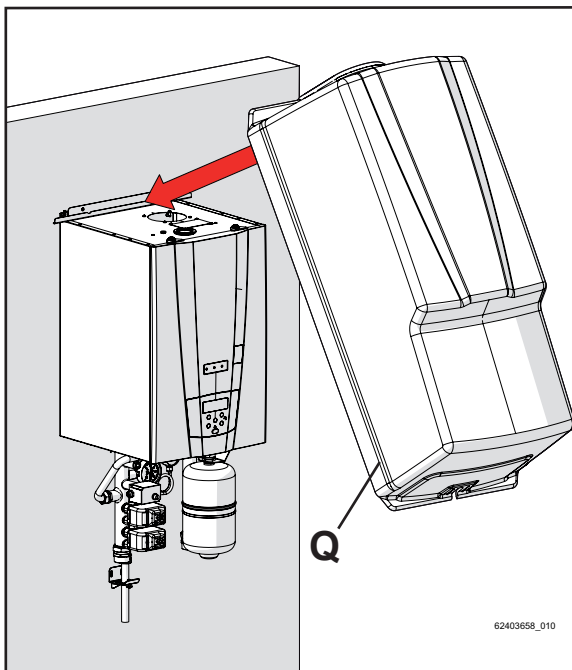
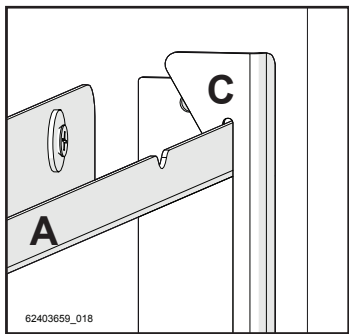
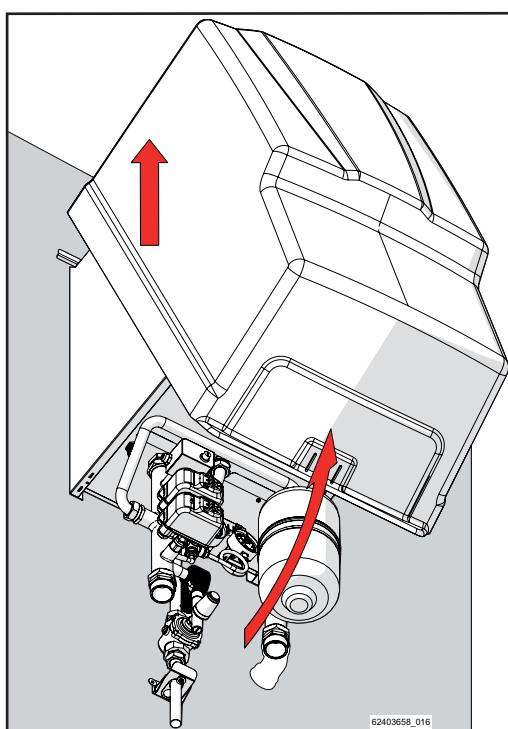

Figure 5-71
Figure 5-74
Figure 5-81
- 6.- Appliquer la couverture comme le montrent les Figures 5-71, 5-72 et 5-73 dans l'ordre ; en s'assurant que les deux crochets « C », présents sur le châssis de la couverture, se fixent sur l'étrier supérieur « A » comme l'indique la Figure 5-74;
- Tourner et soulever la couverture comme sur la Figure 5-81, en se rappelant d'extraire les crochets du châssis « C » de l'étrier de support supérieur « A » comme l'indique la figure 5-74.